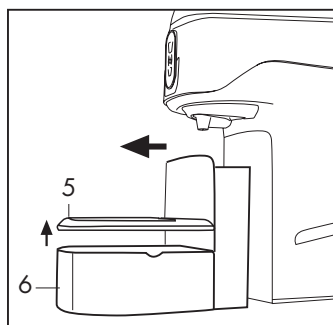
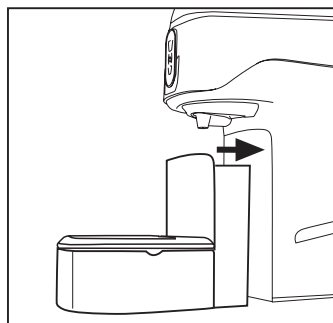

Fig. 10
Fig. 11
Per eseguire questa operazione estrarre la vaschetta (6) rimuovere la griglia raccogliogocce (5) (Fig. 10) Svotare il contenitore, lavare e asciugare i componenti quindi rimontare la vaschetta (6) ed inserirla nella propria sede (Fig. 11)